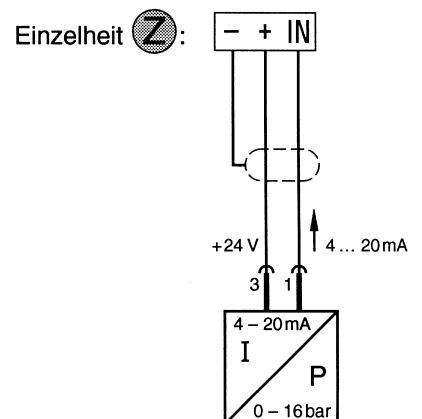
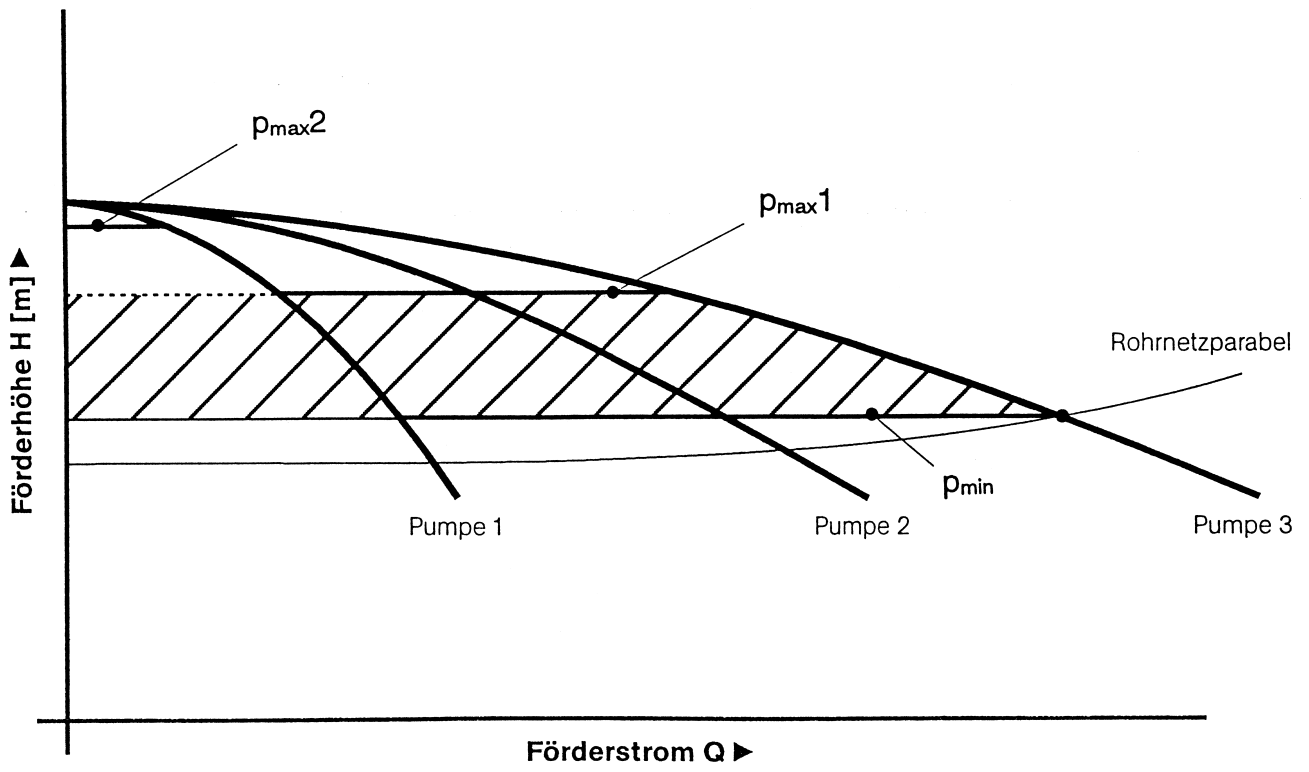

Fig. 2
Fig. 5
Когда при первоначально не работающей станции после начала разбора воды давление в системе опускается ниже уровня давления включения p_{\min} , включается первый насос (рис. 5, диаграмма характеристик). При последующем падении давления ниже уровня давления включения из-за возрастающего расхода воды каждый раз подключается очередной насос. При уменьшении расхода воды давление в системе наоборот начинает повышаться. При достижении первого уровня выключения p_{\max}^1 отключается один насос. При повторном достижении первого уровня выключения отключается следующий насос и т.д. Последний работающий насос выключается лишь при более высоком давлении – втором уровне выключения p_{\max}^2 . При этом давлении подача воды очень мала (см. характеристику насоса на рис. 5). Процессы включения–выключения пиковых насосов осуществляются с задержкой по времени, для того чтобы избежать флаттерных переключений. Время задержки регулируется с помощью потенциометра t_i (рис. 2/3, поз. 8) между
0 и 2 мин. Оно начинает действовать с пуском первого насоса. Задержка осуществляется только в случае, когда насос(ы) работали меньше установленного на потенциометре времени. Уровни давлений включения–выключения устанавливаются с помощью потенциометров p_{\min} , p_{\max}^1 , p_{\max}^2 (рис. 2/3, P5, P6, P7 и табл. 1). Значения уставок для уровней давлений выключения 1 и 2 представляют из себя разности давлений, которые прибавляются к соответствующим более низким уставкам. Если например, с помощью потенциометров заданы давления $p_{\min} = 4$ бар, $p_{\max}^1 = 2$ бар и $p_{\max}^2 = 1$ бар, то это означает: уровень давления включения – 4 бар, первый уровень давления выключения – 6 бар, второй уровень давления выключения – 7 бар.
4.3 Функции устройства управления (рис. 2/3)
– **Внутренняя электронная защита двигателя:** Для защиты от перегрузки для каждого двигателя разрыватель тока должен быть настроен с помощью потенциометра (рис. 2/3, P1, P2, P3, P4) на номинальный ток двигателя согласно шильдику насоса. Клеммы WSK необходимо закоротить.
– **Внешняя защита двигателя по температуре обмотки PSK/PTC:** Если двигатели защищены с помощью защитного контакта в обмотке (WSK) или "холодного проводника" (PTC), то WSK или PTC для каждого двигателя подсоединяется к клеммам, а потенциометры (рис. 2/3, P1, P2, P3, P4) устанавливаются на максимальное значение (вправо до упора).
- **Время задержки:** Время задержки для основного нагрузочного насоса устанавливается с помощью потенциометра t_i (рис. 2/3, P8) между 0 и 2 мин. Оно начинается со стартом первого насоса.
- **Задержка времени срабатывания защиты от недостаточного уровня воды:** Выключение насосов в связи с недостаточным уровнем воды, а также их последующее включение в случае восстановления минимального уровня воды могут быть задержаны по времени. Время задержки задается потенциометром t_o (рис. 2/3, P9) в интервале от 2 сек. до 2 мин.
- **Пробный пуск:** При включенной функции "пробный пуск" каждый насос включается приблизительно через каждые 6 часов приблизительно на 15 секунд. Интервалы пробных пусков жестко запрограммированы и не подвержены влиянию времени наработки, сигналов о недостаточном уровне воды или срабатывания любых датчиков. Пробные пуски важны, в частности, для поддержания в постоянной готовности установок пожаротушения. При замыкании микропереключателя S2 (рис. 2/3) пробные пуски отменяются.
- Клеммную колодку подсоединять в следующем порядке (рис. 2/3):
Переключить клеммы X0 электронной платы в соответствии с указанием "230 В" (см рис. 2)
Переключить клеммы X0 электронной платы в соответствии с указанием "400 В" (см рис. 2) (заводская уставка)